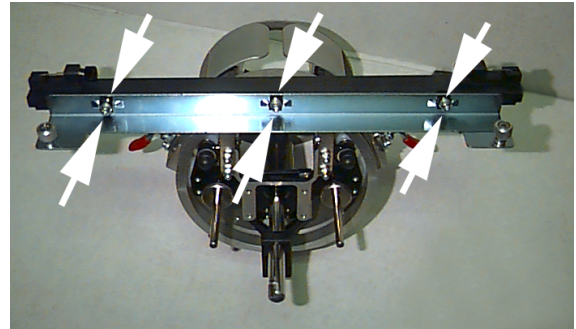
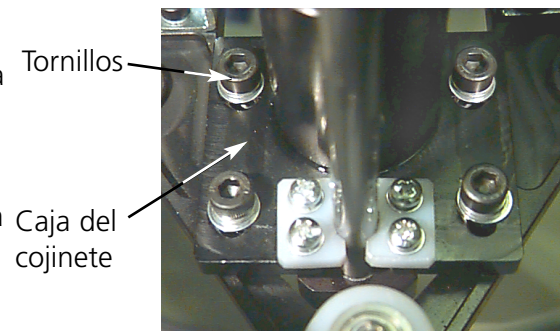

Figura 3-7
Figura 3-8
3. Convenganse Vds. de que los 3 tornillos de cabeza hexagonal a lo largo del soporte de interface (vean la Figura 3-7) y los 4 tornillos hexagonales que sostienen la caja del cojinete (Figura 3-8) están ligeramente destornillados.
11. Atornillen Vds. los 3 tornillos de cabeza hexagonal a lo largo de la abrazadera del interface hasta que apenas tocan la abrazadera, usando la llave suministrada de 3 mm, con brazo corto, para tornillos de cabeza hexagonal. La abrazadera del interface tendría que poder moverse todavía en la dirección de arriba abajo. Consulten Vds. la Figura 3-7 para ver las posiciones de los tornillos.